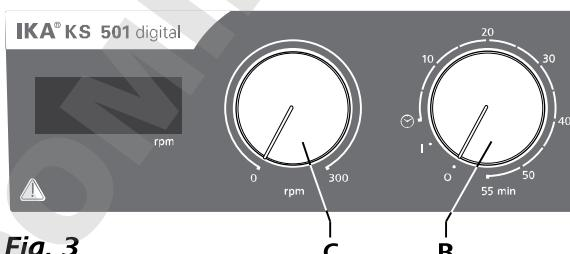

Fig. 3
- ⇒ Slå på apparaten genom att vrida vridknoppen "På/av" och "Timer" (B, se Fig. 3) medurs till position "1".
- ⇒ Stäng av apparaten genom att vrida vridknoppen "På/av" och "Timer" (B) till position "0".
- ⇒ Slå på apparaten genom att vrida vridknoppen "På/av" och "Timer" (B) medurs förbi positionen "0".
- ⇒ Ställ in motorvarvtalet med reglerknoppen "Varvtal" (C, se Fig. 3). Motorvarvtalet kan ställas in till mellan 0 och 300 rpm.